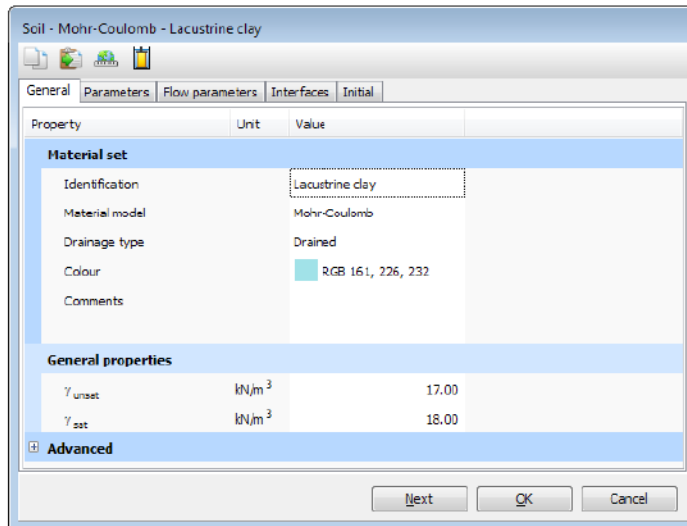

图 1.5 土(Soil)和界面(Interfaces)数据组窗口中的一般页面
- 4) 在一般页面(General)下的材料组(Material sets)框中，在标题(Identification)框中输入湖积粘土(Lacustrine Clay)，如图 1.5 所示。
- 2) 在一般页面(General)下的材料组(Material sets)框中，在名称框中(Indentification)输入建筑物(Building)，如图 1.5 所示。